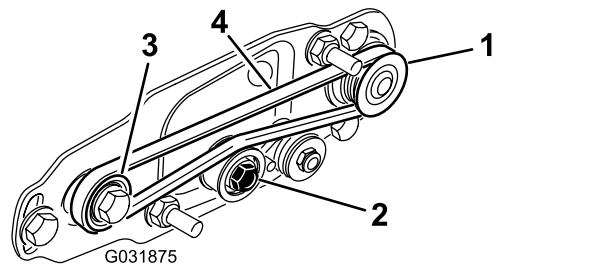

Bild 26
- A. Verlegen Sie den Riemen um die Antriebsscheibe und dann über die Oberseite der Spanscheibe (Bild 26).
- B. Verlegen Sie den Riemen von der Antriebsriemenscheibe ausgehend (Bild 26).